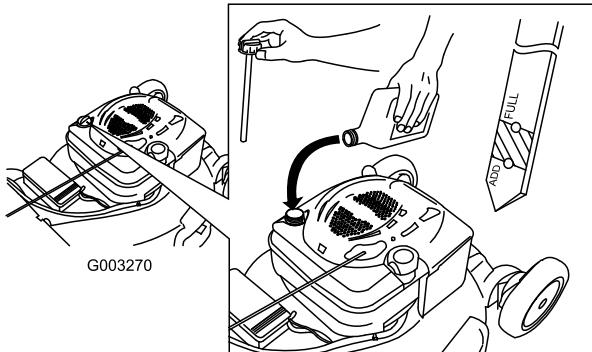

Figura 39
4. Versate lentamente l'olio nel tubo di riempimento finché non raggiunge il segno di pieno sull'asta (Figura 39). **Non riempite troppo.** (Riempimento massimo: 0,59 litri, tipo: olio detergente SAE 30 con service classification API SF, SG, SH, SJ, SL o superiore.)